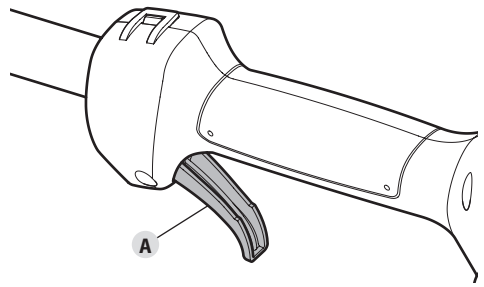

Fig. 15
4. Serrez la manette des gaz et maintenez-la enfoncée (Fig. 15-A).
- Relâchez la manette des gaz (Fig. 15-A) et laissez le moteur tourner au ralenti.